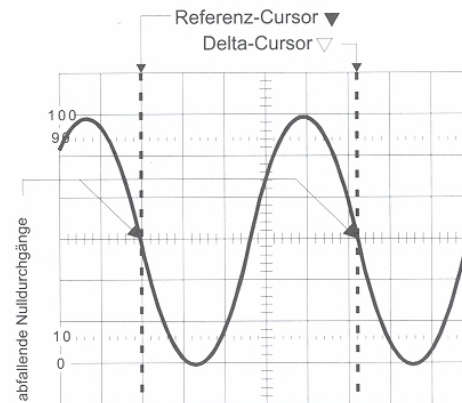

Abbildung 8.5-2
- 6.) Wählen Sie mit der Cursor Function-Taste die Meßart ΔT . Verschieben Sie nun mit dem Position-Einsteller die beiden Cursors, daß sie durch zwei wiederkehrende Kurvenabschnitte laufen. In der **Abbildung 8.5-2** sind es die abfallenden Nulldurchgänge.